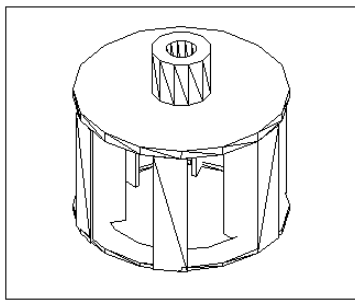

图 18-10
(4) 并集处理。单击  按钮或者在命令行直接输入 `union`，合并上述叶片和底面，顶面。
(5) 差集处理。单击  按钮或者在命令行直接输入 `subtract`，从上述叶片中减去上述半径为 40 的圆柱。
(6) 作圆柱体。单击  按钮或者在命令行直接输入 `cylinder`，以 $(0, 0, 70)$ 为底面中心，分别作半径为 15，高度为 30 的圆柱和半径为 7.5，高度为 30 的圆柱。
(7) 差集处理。单击  按钮或者在命令行直接输入 `subtract`，结果如图 18-10 所示。